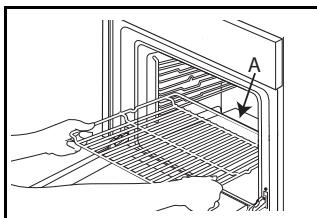

Abb. 1
1. Schieben Sie den Rost mit dem erhöhten Teil „A“ nach oben weisend waagerecht ein (Abb. 1).